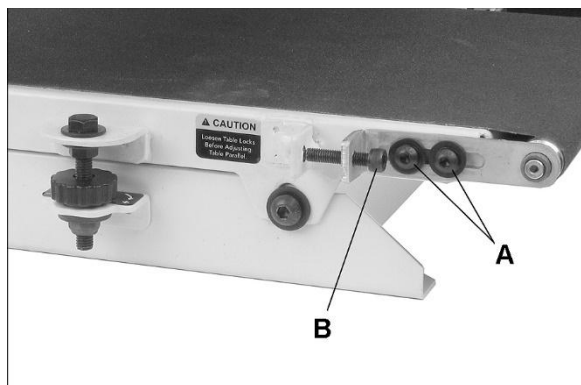

Figure 8-2: réglage tension de la courroie
1. Desserrez légèrement les quatre vis (A, Figure 8-2) du côté d'entrée du convoyeur, avec une clé hexagonale de 4 mm (deux vis de chaque côté).
2. Ajustez les vis de tension (Figure 8-2) avec une clé hexagonale de 5 mm. Faites-les des deux côtés du convoyeur pour obtenir une tension approximative égale des deux côtés de la courroie abrasive lorsqu'elle est tendue.
3. Serrez les quatre vis (A, figure 8-2).
4. Si la courroie «se déplace» d'un cote, desserrez légèrement les deux vis (A, figure 8-2) et serrez la vis
5. Lorsque le réglage est satisfaisant, serrez deux vis (A, figure 8-2).